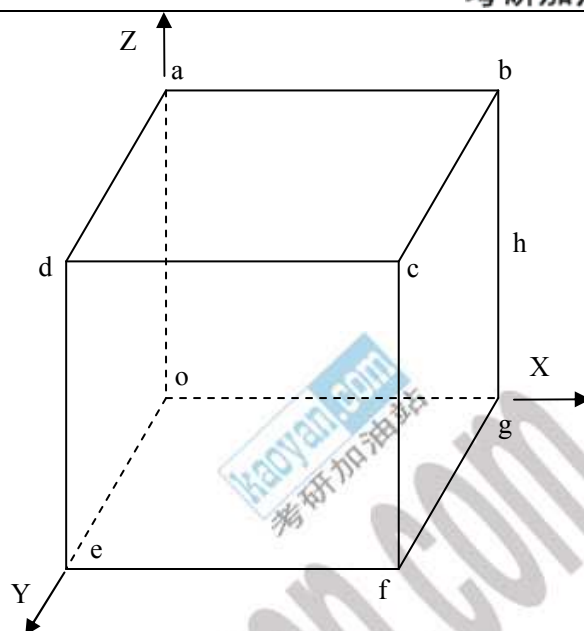

图 1. 立方晶胞示意图。(图中 $bh=gh$)
- 2、在立方晶胞（图 1.）中标出下列晶面和晶向（要求用字母标出，如 $oa:[001]$ ，等等）：